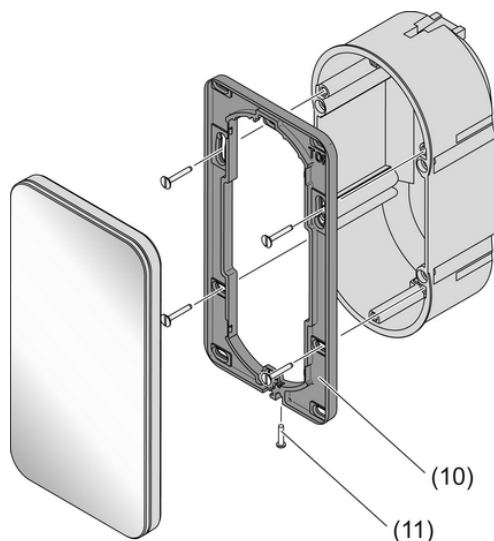

Figure 3
- Orienter le cadre de montage (10) et le visser sur la boîte d'encastrement ou le mur (figure 3). Respecter le marquage **TOP = EN-HAUT**. Utiliser le jeu de vis fourni.
- Raccorder la tension du bus KNX à la borne (6).
- En option : raccorder la sonde de température externe à la borne (5).
- Serrer la vis de fixation (11) au bas du cadre de montage. Utiliser un tournevis cruciforme de type Pozi-Drive de taille 0.